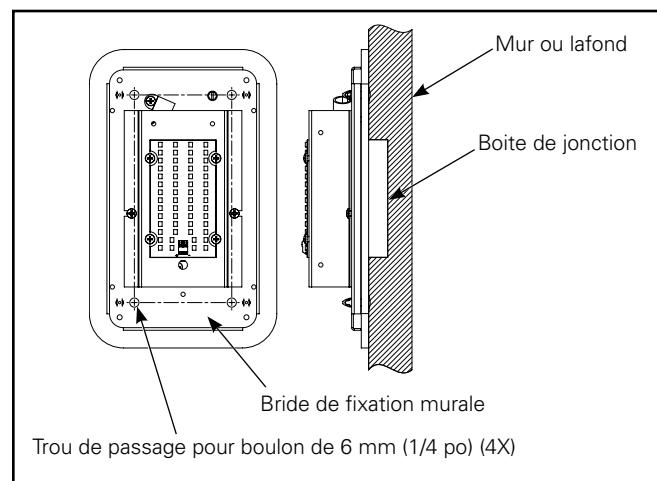

Figure 4.
- Centrez la plaque de montage au-dessus la boîte de jonction d'un plafond ou d'un mur lisse et plat. Utilisez la plaque de montage comme gabarit pour positionner les fixations (Voir figure 4).